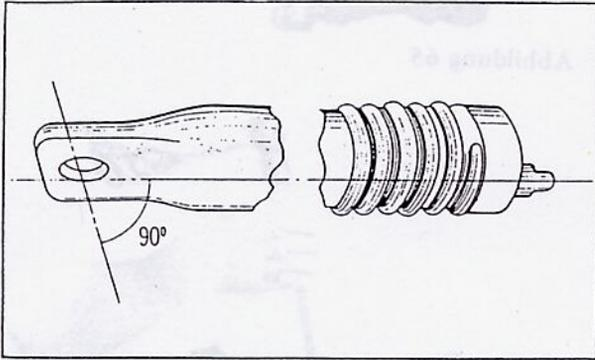

Abbildung 69
- (1) Die Montage des vorderen Federbeins muß so vorgenommen werden, daß der Ansatz am oberen Halter senkrecht zum flachen Teil des Gabelgleitrohres steht. (Abbildung 69)
- (2) Federbeingehäuse, Feder, Staubabdichtung und obere und untere Halter einfetten.
- (3) Wenn die Feder durch eine neue ersetzt wurde, müssen auch die neuen Teile, wie oben beschrieben, gefettet werden.
- (4) Wenn beim Anbringen der Feder am oberen Halter das Vinylband, das um den Halter gewickelt ist, beschädigt wurde, muß ein neues Band angebracht werden.